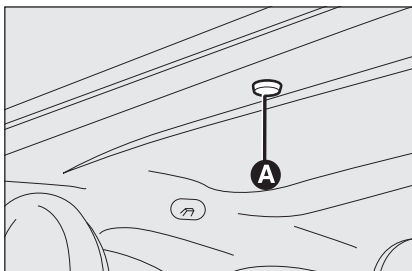

fig. 42
- enlever le bouchon de protection **A-fig. 42** logé sur le revêtement intérieur, à l'arrière du store pare-soleil;